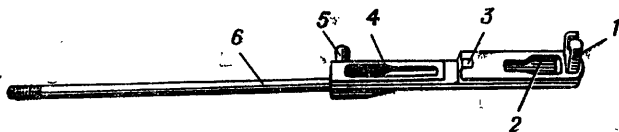

Рис. 16. Затворная рама:
13. Затворная рама (рис. 16) соединяет все подвижные части пулемета. Передним концом своим она соеди-